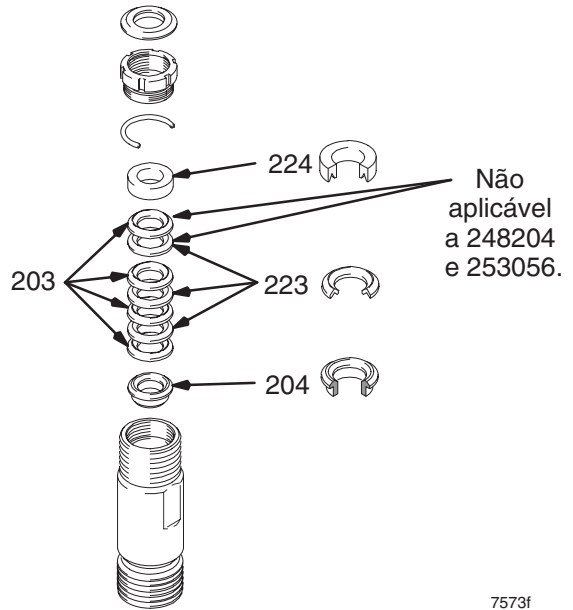

Fig. 12
Fig. 12. Mergulhe todos os empanques de couro em óleo SAE 30W no mínimo durante 1 hora antes de efectuar a montagem. Insira o buçim macho (204) no cilindro. Alternadamente, coloque polietileno de peso molecular ultra-elevado (203) e empanques de couro (223) (tenha em atenção a orientação). Insira o buçim fêmea (224) no topo do cilindro. Insira os empanques nas sedes.